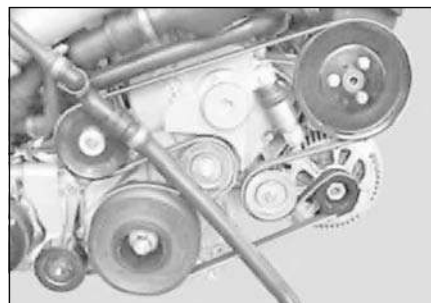

Рис. 6.46. Приводной ремень
- Установить ремень привода на шкивы и проверить правильность его положения (рис. 6.46), собрать двигатель.